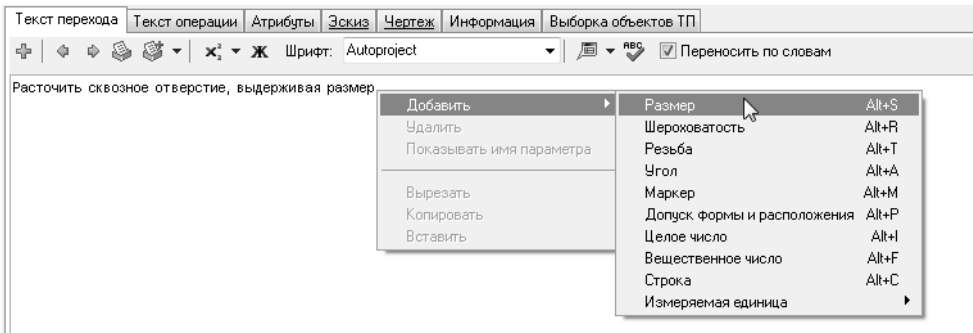

Рис. 3.1.
2. Значения можно добавить, используя контекстное меню **Добавить** через редактирование размеров (рис. 3.1).